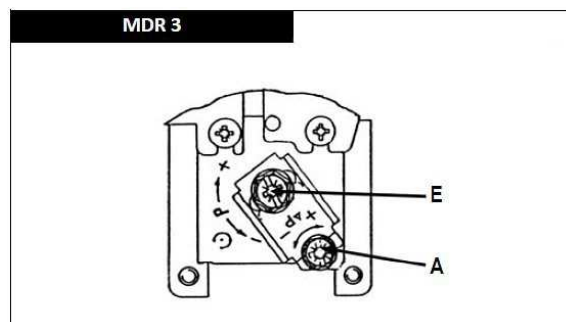

Fig. 14: Presostato MDR 3
Paso 2: Retire el filtro de aspiración (13 - Fig. 6 y 14) y cámbielo (si está dañado) o limpie el filtro (Fig.14).